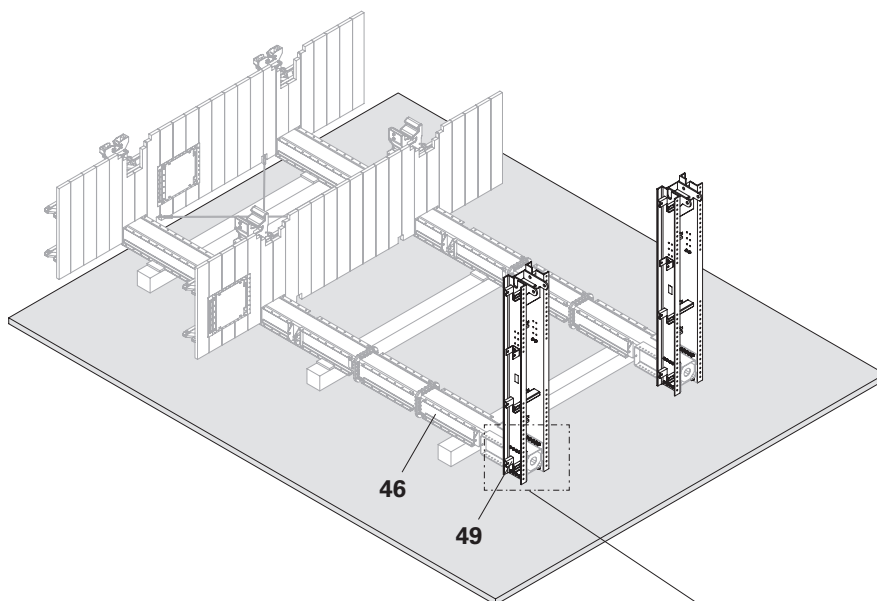

Fig. B5.03
1. Fissare i bracci di supporto 3325 ACS (**49**) sul montante verticale superiore 2100 ACS (**46**) con il materiale di fissaggio in dotazione. (Fig. B5.03)